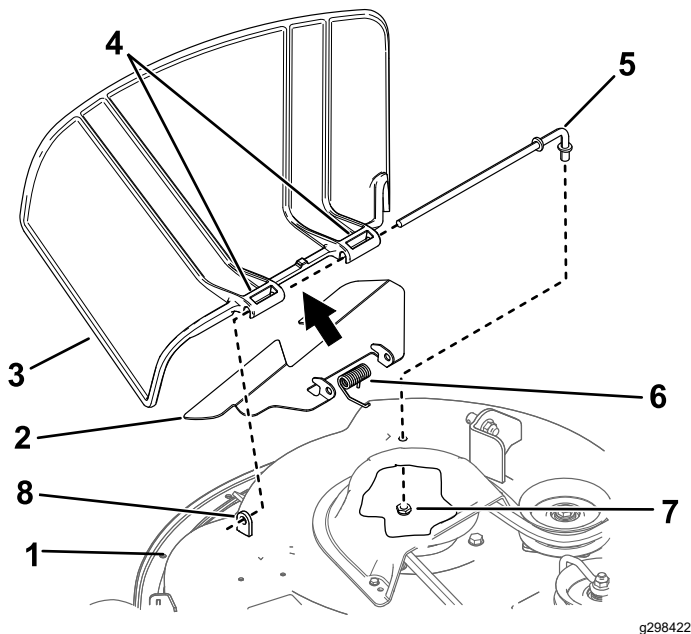

Figure 74
1. Retirez l'écrou ( $\frac{3}{8}$ " ) de la tige, sous le plateau de coupe (Figure 74).
- Sortez la tige de la courte cheville de positionnement, du ressort et du déflecteur d'herbe (Figure 74).
- Montez le nouveau déflecteur d'herbe (Figure 74).
- Insérez la tige dans le second pivot du déflecteur d'herbe (Figure 74).
- Fixez l'extrémité arrière de la tige dans le plateau de coupe à l'aide d'un écrou (3/8"), comme montré à la Figure 74.